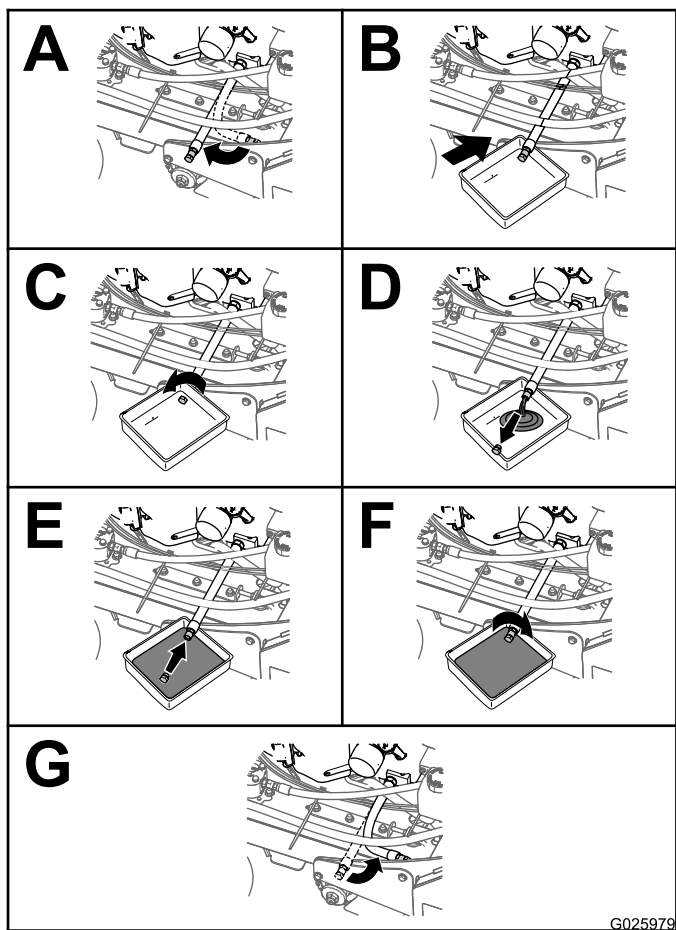

Figura 41
3. Cambie el aceite del motor, según se muestra en la Figura 41.